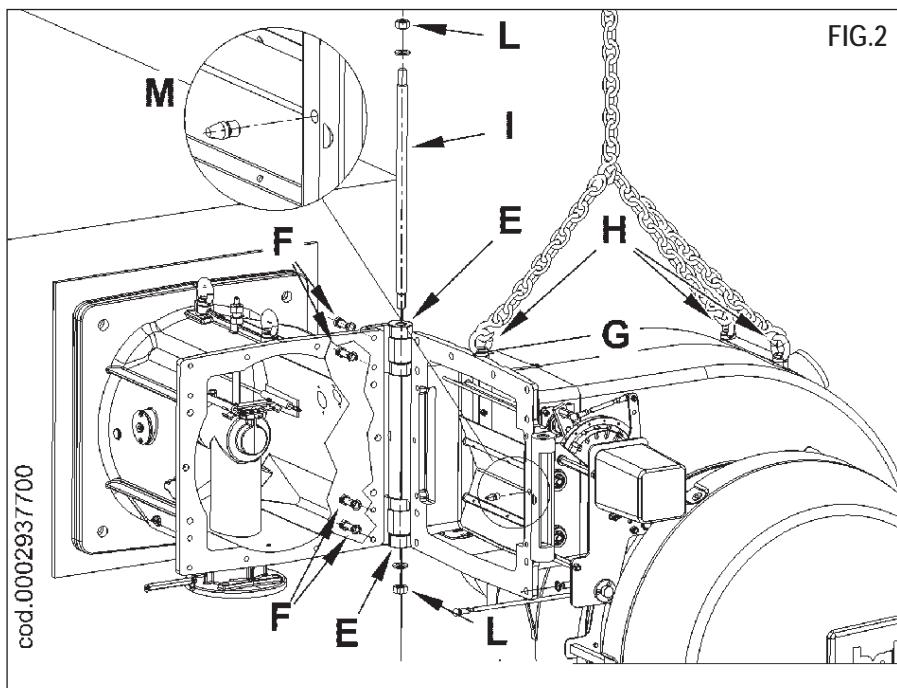

FIG.2
- Tras haber instalado el grupo cabezal en la caldera, juntar en el colector de aire las dos bisagras (E), mediante los 4 tornillos (F) y las arandelas correspondientes sin ajustar completamente los tornillos (las bisagras están predispostas por el fabricante en el lado derecho, pero es posible instalarlas en el lado opuesto).
- Posicionar el cuerpo de ventilación (G) en correspondencia de las dos bisagras (FIG 2). Para mover el cuerpo de ventilación, utilizar cadenas o cuerdas idóneas enganchadas a las armellas (H).
- Introducir el perno I y después bloquearlo con las tuercas L y las arandelas correspondientes, controlando que las superficies de tope de las dos bisagras estén perfectamente en contacto con las correspondientes superficies de la rosca. Evitar un ajuste excesivo de las tuercas (L) ya que esto podría causar dificultad en la rotación de la bisagra.
**!** En esta fase evite ajustar completamente los tornillos (F) de las bisagras y de quitar las cadenas de elevación.
- Atornillar el perno de centrado M (FIG 2) en la brida del ventilador, en el lado opuesto respecto al de la bisagra.
- Cerrar el quemador usando los tornillos N y las arandelas correspondientes. Una vez terminada la fase de conexión del cuerpo de ventilación al grupo cabezal, empezar el ajuste final de los cuatro tornillos (F) que fijan las bisagras (FIG 2) y desenganchar las cadenas o cuerdas de elevación.